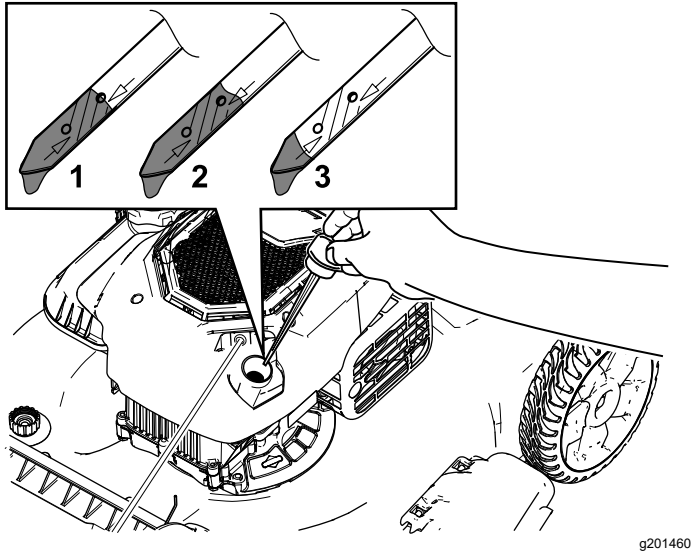

Bild 25
3. Entfernen Sie den Peilstab, indem Sie den Deckel nach links drehen und herausziehen (Bild 25).
10. Lesen Sie den Ölstand am Peilstab ab (Bild 25).